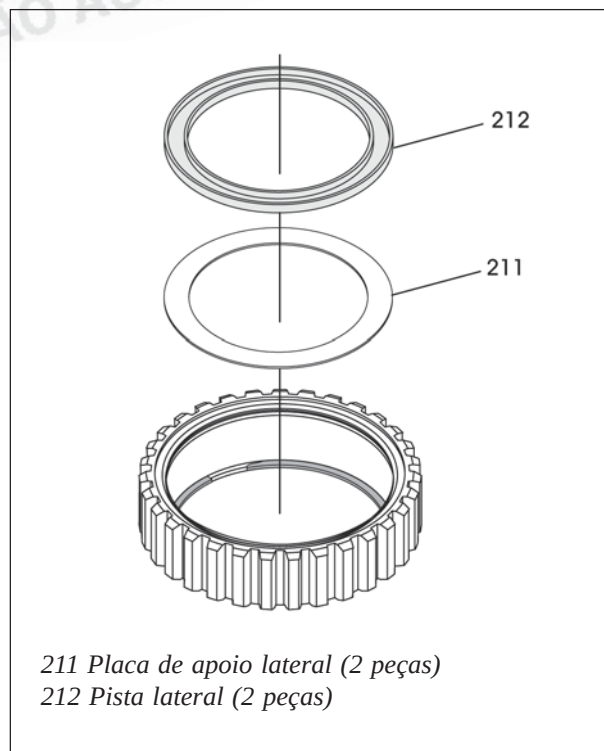

Figura 140
3. Instale a placa de apoio lateral e a pista lateral na direção mostrada na figura 140.